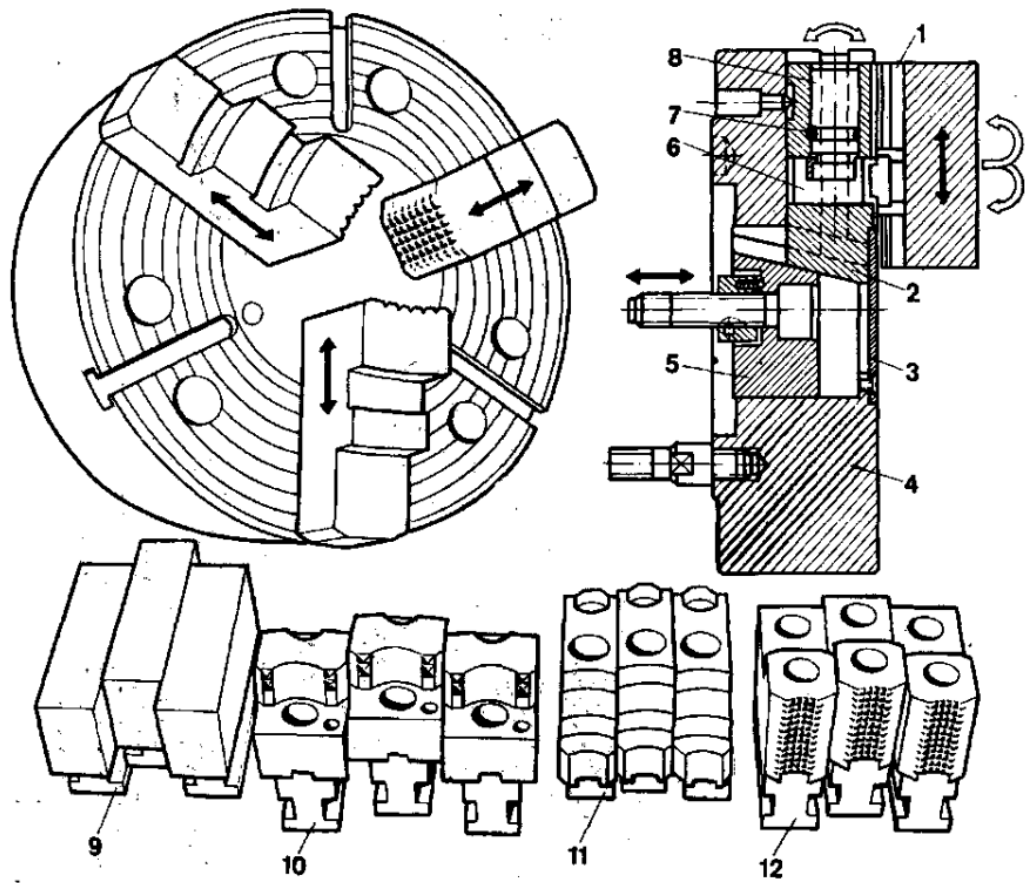

Рис. 26.
3. Составьте описание конструкции и принципа действия приспособления по рис. 26.